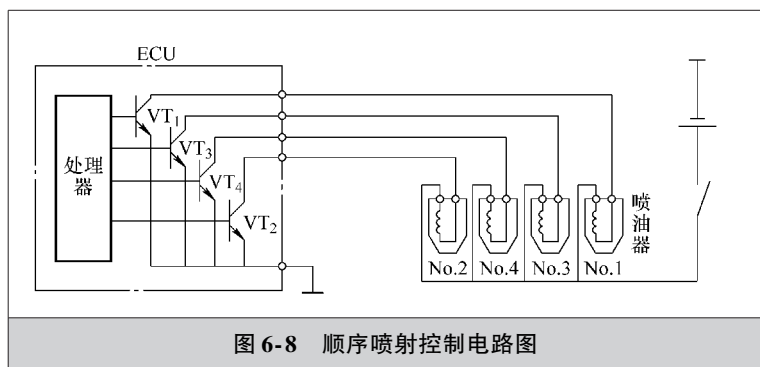

图 6-8 顺序喷射控制电路图
(2) 顺序喷射 顺序喷射也叫独立喷射, 曲轴每转两转, 各缸喷油器都轮流喷射一次, 并且按照特定的顺序依次进行喷射, 如图 6-8 所示。